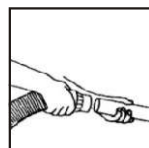
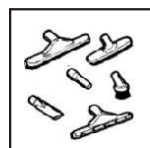

FIGURA 3
FIGURA 4
5. A mangueira de água/detergente é fixada empurrando-se o bico (Figura 3) e, para retirar o bico, retrai-se o engate e puxa-se o bico no sentido do extrator (Figura 4);
- 1.4 Conectar as extensões à extremidade da mangueira (Figura 3);
- 1.5 Escolher o acessório adequado ao uso (Figura 4);